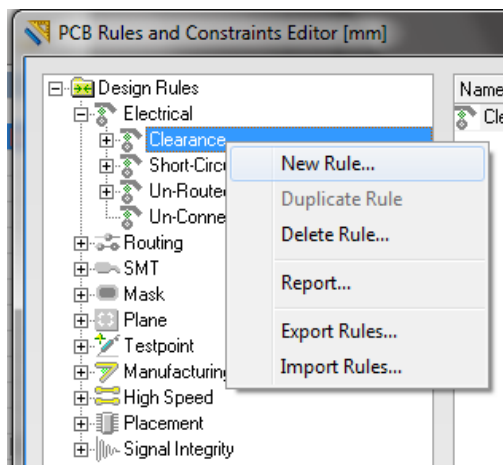

Рисунок 5.4 – Створення нового правила
2. Викличемо вікно редактору правил за допомогою команди меню Design > Rules. Створимо нове правило. Для цього у потрібній категорії натискаємо правою клавішею миші та обираємо команду New Rule (рис. 5.4).